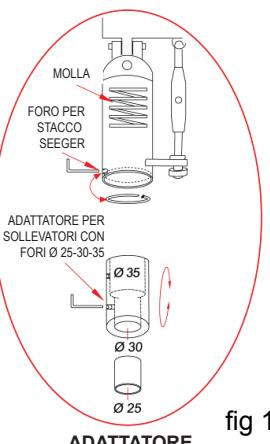

fig 1
- Infilare l'adattatore per sollevatore sullo stelo Ø 30 mm dello stesso e bloccarlo avitando l'apposita vite a testa esagonale incassata (fig. 1).